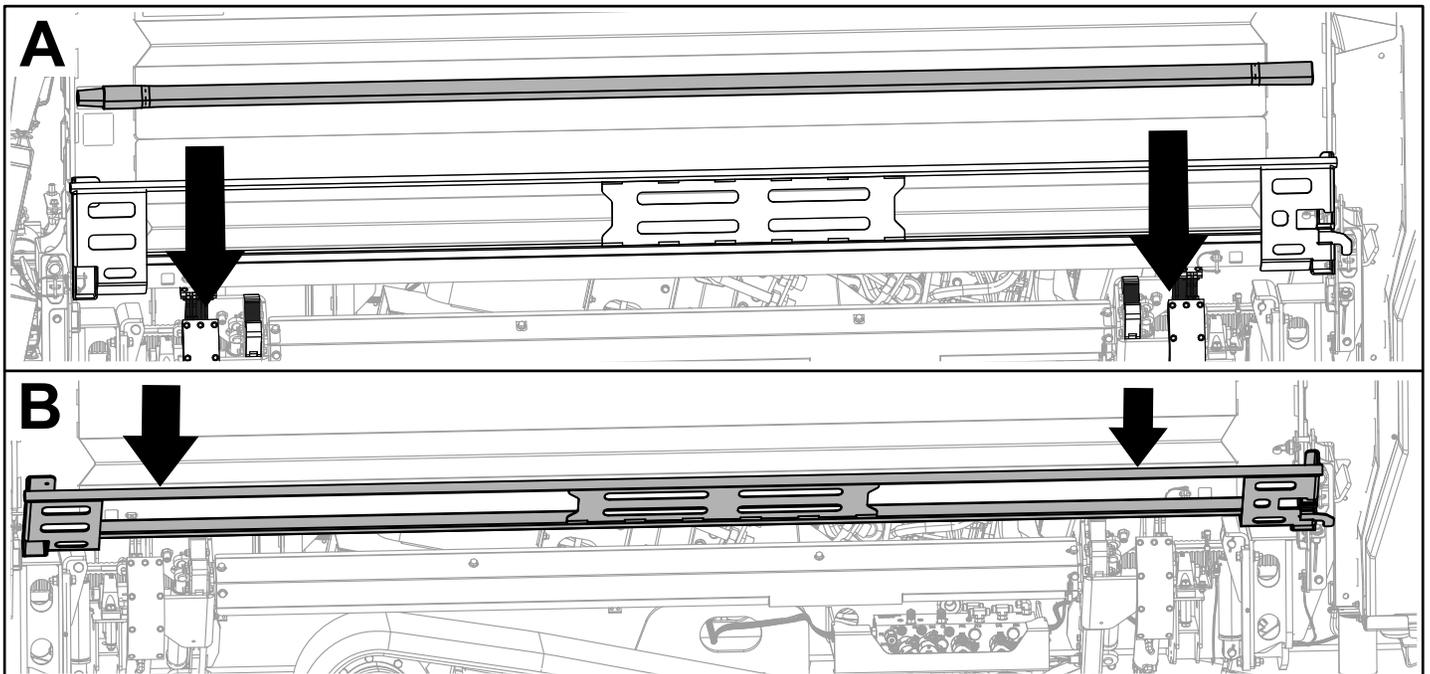

Bild 43
6. Laden Sie die Rohre mit zwei Personen in die Nocke (Bild 43).
7. Senken Sie die Rohrlader-Schutzvorrichtung ab (Bild 43).